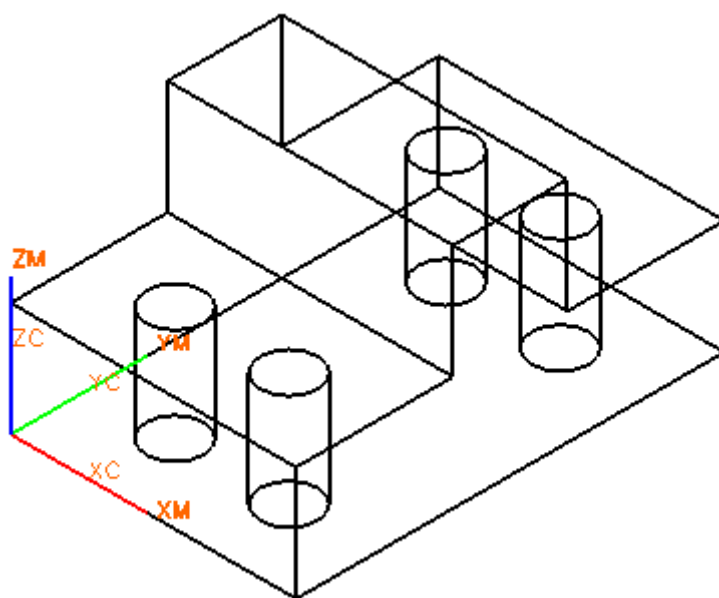

图 7-13
- 在导航工具条中, 单击  切换到几何视图, 如图 7-13 所示。